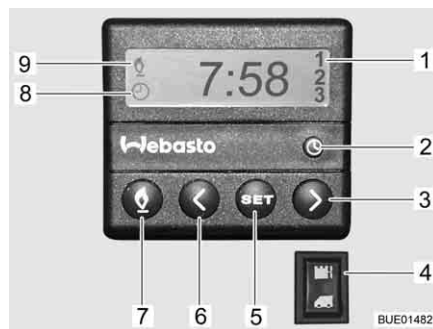

Fig. 171 Unité de commande pour le chauffage d'appoint
- Appuyer sur la touche (Fig. 171,7). Le mode chauffage est indiqué par le symbole (Fig. 171,9). Le ventilateur ne s'allume que quand la température de l'eau de refroidissement atteint 30 °C.
- Appuyer sur la touche (Fig. 171,7). Le symbole (Fig. 171,9) s'éteint.
- Appuyer sur le bas de l'interrupteur (Fig. 171,4). Le moteur est préchauffé. Le ventilateur est immédiatement allumé.
- Appuyer sur le haut de l'interrupteur (Fig. 171,4). Le moteur reste froid.
- Appuyer sur la touche (Fig. 171,2). Le menu réglage de l'heure est indiqué par le symbole (Fig. 171,8).
- Régler l'heure avec les touches (Fig. 171,3 et 6).
- Appuyer sur la touche (Fig. 171,5).
- Régler le temps de démarrage dans les 10 secondes qui suivent avec les touches (Fig. 171,3 et 6).
- Appuyer plusieurs fois sur la touche (Fig. 171,5) jusqu'à ce que le numéro de programme désiré (Fig. 171,1) apparaisse sur l'écran.